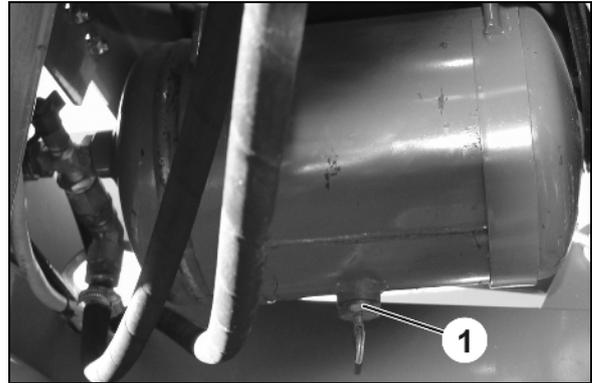

Fig. 138
1. Tirar de la válvula de purga de agua (Fig. 138/1) por la anilla hacia un lado hasta que deje de salir agua del depósito de aire.